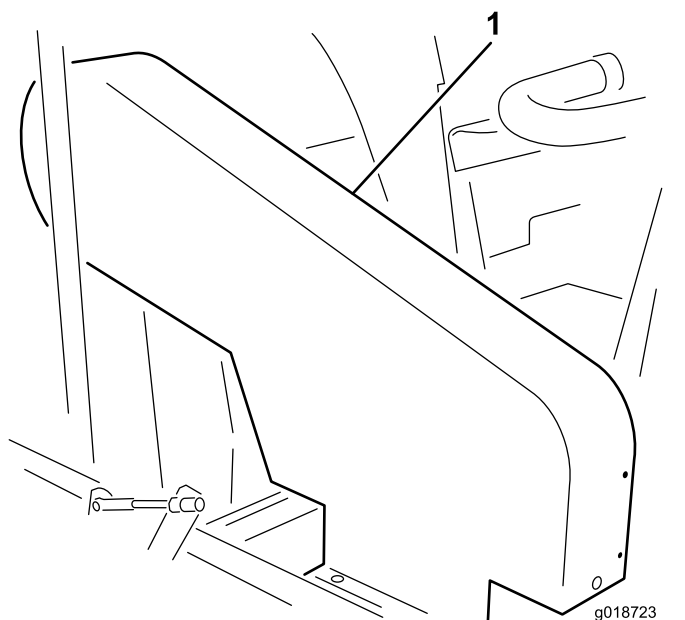

Figura 19
**Nota:** Não é necessário retirar a proteção da correia superior (Figura 19) para verificar a tensão da correia. Se retirar a proteção da correia, retire os 4 parafusos, anilhas e porcas que prendem a proteção à estrutura. Não utilize a máquina sem as proteções instaladas.
Verifique a tensão pressionando a correia a meio curso entre a hélice e as polias da embraiagem com uma força de 18 a 22 N. A correia deverá fletir 1,3 cm. Se o desvio estiver incorreto, consulte Ajustar a correia de transmissão da hélice (página 26). Se o desvio estiver correto, prossiga com o funcionamento normal (Figura 19).
Verifique a tensão pressionando a correia a meio curso entre o eixo secundário e as polias da embraiagem com uma força de 18 a 22 N. A correia deverá fletir 6 mm. Se o desvio estiver incorreto, consulte Ajustar a correia do eixo secundário (página 26). Se o desvio estiver correto, prossiga com o funcionamento normal (Figura 19).
1. Retire os 4 parafusos, anilhas e porcas flangeadas que prendem o resguardo superior à estrutura (Figura 19).